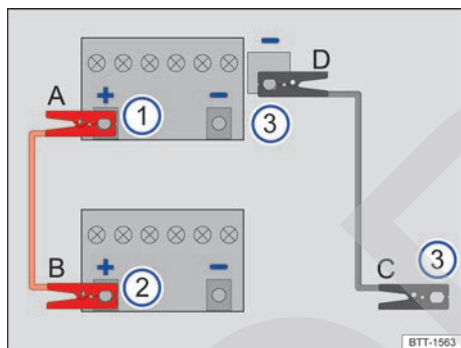
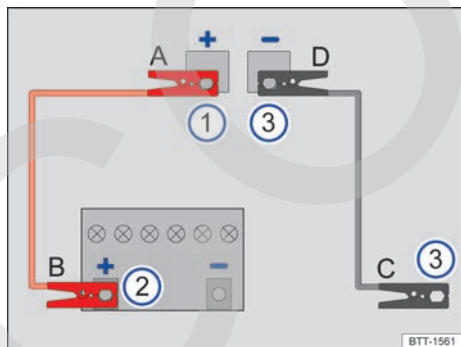

Fig. 243 Esquema para la conexión de los cables de arranque (batería de 12 voltios en el vano motor).
Fig. 244 Esquema para conectar los cables de arranque en el caso del vehículo que suministra la corriente (batería de 12 voltios en el maletero).
Leyenda de la fig. 243 y fig. 244:
Los cables de arranque solo se deberán conectar siguiendo el orden A – B – C – D → fig. 243.
- Conecte un extremo del cable de arranque *rojo* al polo positivo (+) de la batería de 12 voltios del vehículo que la tiene descargada → fig. 243 ① → ⚠.
- Conecte el otro extremo del cable de arranque *rojo* al polo positivo (+) del vehículo que suministra la corriente → fig. 243 ②.
- Conecte un extremo del cable de arranque *negro* → fig. 243 ③ preferentemente a una toma para la ayuda de arranque (terminal de masa) del vehículo que suministra la corriente; de lo ▶
- Conecte el otro extremo del cable de arranque *negro* → fig. 243 ③ preferentemente a la toma para la ayuda de arranque (terminal de masa) del vehículo con la batería de 12 voltios descargada; de lo contrario, al bloque motor o a una pieza maciza de metal atornillada fijamente al bloque motor de este vehículo → .
Los cables de arranque solo se deberán conectar siguiendo el orden **A - B - C - D** → fig. 244.
- Conecte un extremo del cable de arranque *rojo* a la toma para la ayuda de arranque (polo positivo) (+) del vehículo con la batería de 12 voltios descargada → fig. 244 ① → .
- Conecte el otro extremo del cable de arranque *rojo* al polo positivo (+) del vehículo que suministra la corriente → fig. 244 ②.
- Conecte un extremo del cable de arranque *negro* → fig. 244 ③ preferentemente a una toma para la ayuda de arranque (terminal de masa) del vehículo con la batería de 12 voltios que suministra la corriente; de lo contrario, al bloque motor o a una pieza maciza de metal atornillada fijamente al bloque motor de este vehículo.
- Conecte el otro extremo del cable de arranque *negro* → fig. 244 ③ preferentemente a la toma para la ayuda de arranque (terminal de masa) del vehículo con la batería de 12 voltios descargada; de lo contrario, al bloque motor o a una pieza maciza de metal atornillada fijamente al bloque motor de este vehículo → .
- Con los motores en marcha, desconecte los cables de arranque únicamente en el orden **D - C - B - A** fig. 243 o → fig. 244.